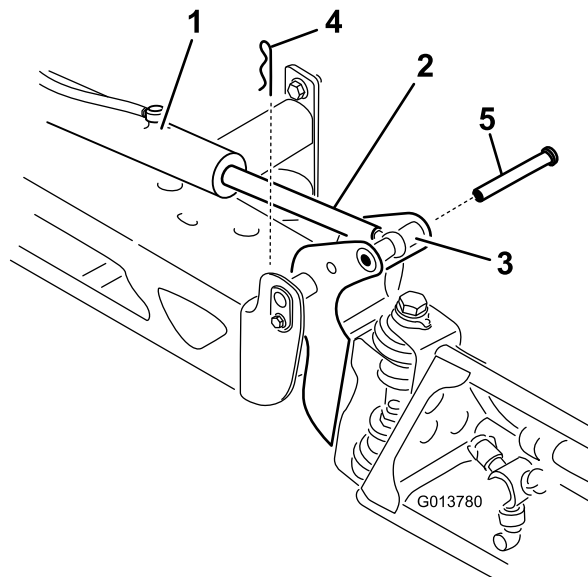

Рисунок 64
2. Извлеките шплинт из оси поворота (Рисунок 64).
3. Поднимите стрелу и снимите штифт (Рисунок 64). Медленно опустите стрелу на землю.
8. Поднимите стрелу, чтобы совместить ось поворота со штоком привода. Удерживая стрелу, проденьте штифт сквозь ось поворота стрелы и шток привода (Рисунок 64).